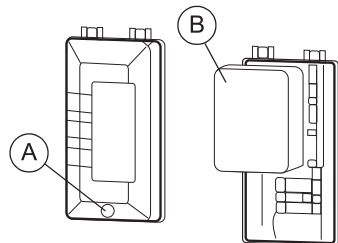

Рис. 16. Воздушный фильтр
1. Снимите крепление (А) и откройте крышку воздушного фильтра (рис. 16).